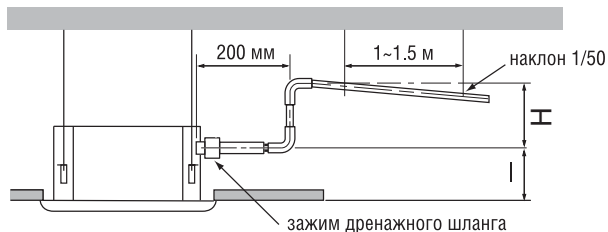

рис. 18
- Если выходное отверстие дренажного шланга расположено выше, чем насос, шланг должен иметь вертикальный отрезок. Подъем шланга не должен превышать 20 см. иначе после выключения кондиционера конденсат будет затекать обратно в кондиционер (рис. 18).